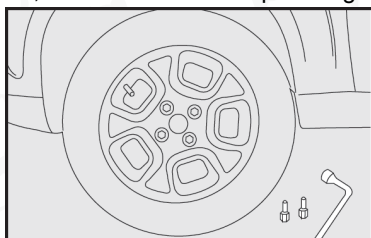

fig. 10
- 10) Apriete los tornillos, utilizando la llave especial fig. 10.